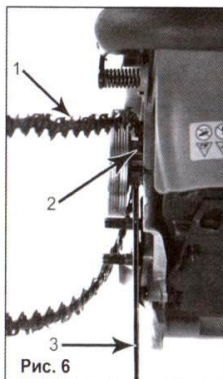

Рис. 6
- Наденьте цепь (1) на ведущую звездочку (2) позади муфты сцепления. Убедитесь, что звенья встали между зубьями звездочки (Рис. 6).
- Вставьте ведущие звенья в канавку шины (3) и обведите цепь вокруг концевой части шины (Рис.6). Цепь будет немного свешиваться с нижней части шины.